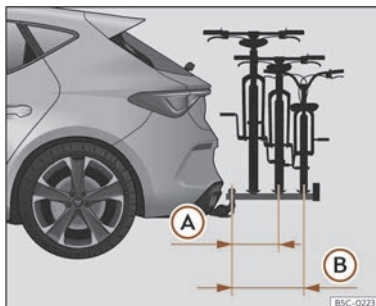

Fig. 205 Schéma de représentation de l'encorbellement maximal de la charge sur un porte-vélo pour deux ou trois vélos.
L'encorbellement maximal ne devra pas dépasser, en cas de porte-vélos pour deux vélos, 500 mm du centre de la boule d'attelage au centre de la voie du dernier support >>> **fig. 205 (A)**. En cas de porte-vélos pour trois vélos, il ne faudra pas dépasser 700 mm >>> **fig. 205 (B)**.